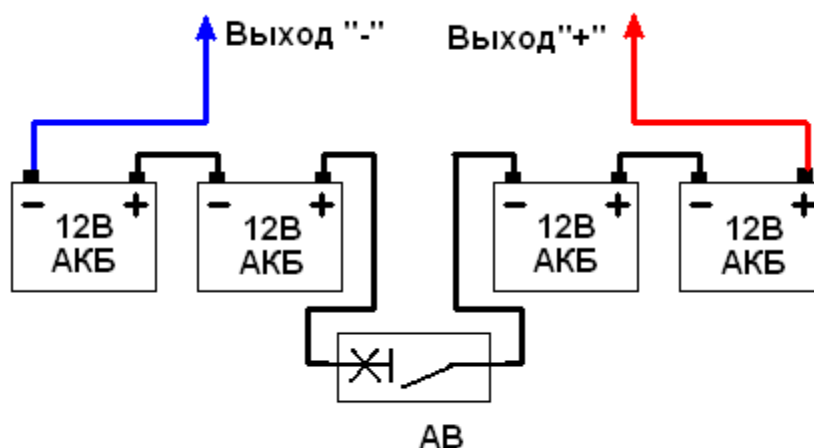

Рис. 3. Схема соединения аккумуляторов 12В.
Для варианта установки пяти аккумуляторов ёмкостью 18А\*ч рекомендуемые схема и последовательность коммутации и сборки АКБЛ приведены ниже (см. рис.3).
4. Соединить выходные («-», «+» на рис.3) проводники с аккумуляторами.